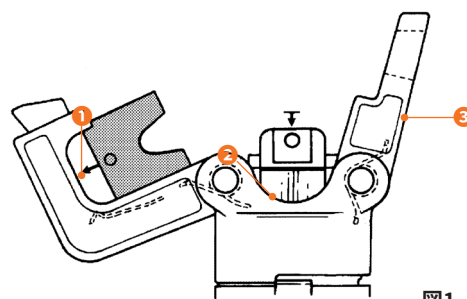
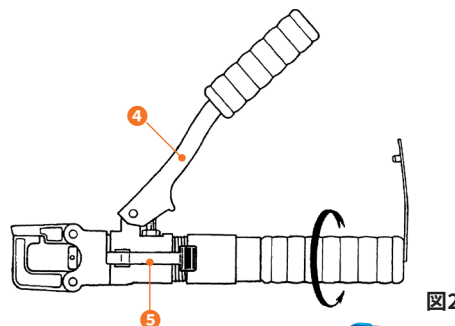

図1
図2
圧着ダイス用台座①が解放されるまで、ダイス固定フック③を外側へ動かし、工具のヘッドを開きます。コンタクトに適合するダイス1組を選び、図1、図2をご参照の上、ダイスを各取り付け部に装着します。1つをダイス用台座①へ、もう1つをダイス押し台座②に取り付けます。(ダイスの各組のダイスは同じ形をしていますので、いずれの台座へも取り付け可能です) コンタクトをロケーター先端から入れ、ヘッドを閉じてください。コンタクト圧着部には、ダイスとダイスの間の開口部からのアクセスが可能です。